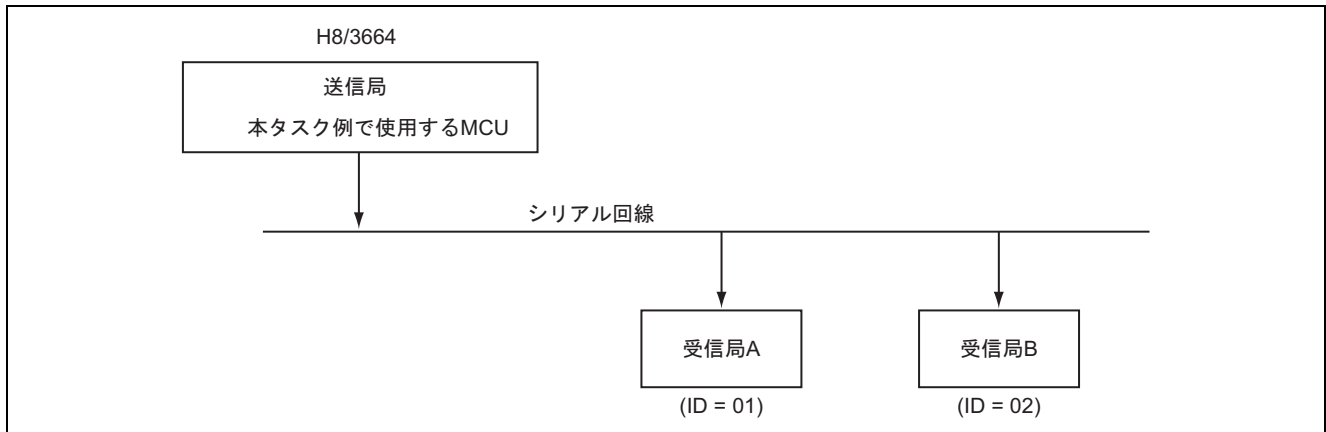

図 1 マルチプロセッサ通信
1. 図 1 に示すようにマルチプロセッサ通信機能を使用して、受信局 A にデータ H'B8 を、受信局 B にデータ H'DE をそれぞれ送信します。